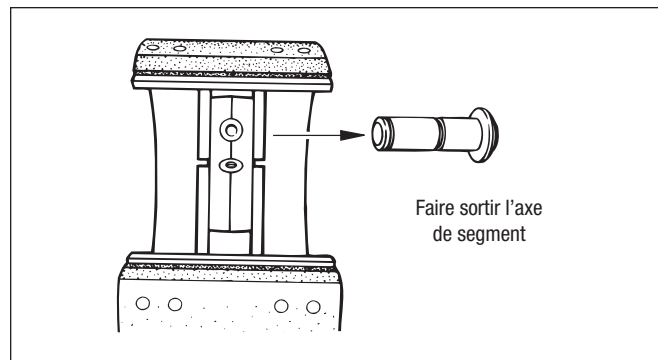

Figure 25 – Dépose de l'axe de segment
5. Faire sortir l'axe supérieur avec un chasse-goupille en laiton ou avec un maillet. Cf. Figure 25.